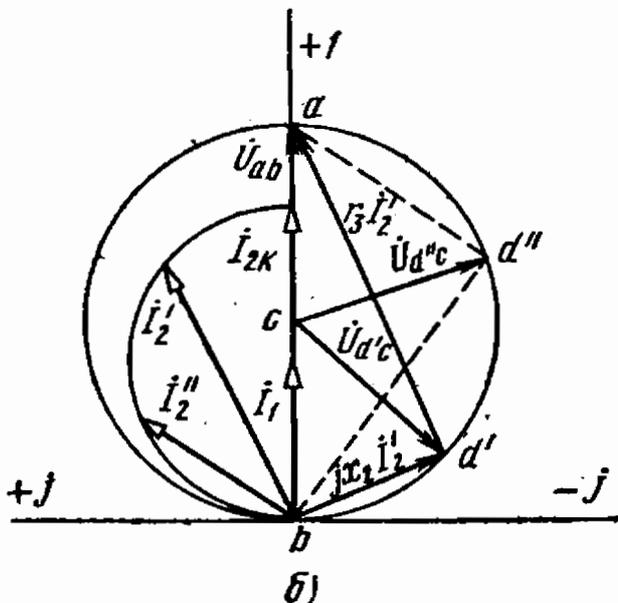

Рис. 4.33
4.33. Определить пределы изменения фазы напряжения U_{dc} цепи (рис. 4.33, а) по отношению к фазе напряжения источника питания $U_{ab} = 100$ В, если сопротивления цепи $r_1 = r_2 = r_3 = 10$ Ом, а сопротивление x_2 изменяется от 0 до ∞ .